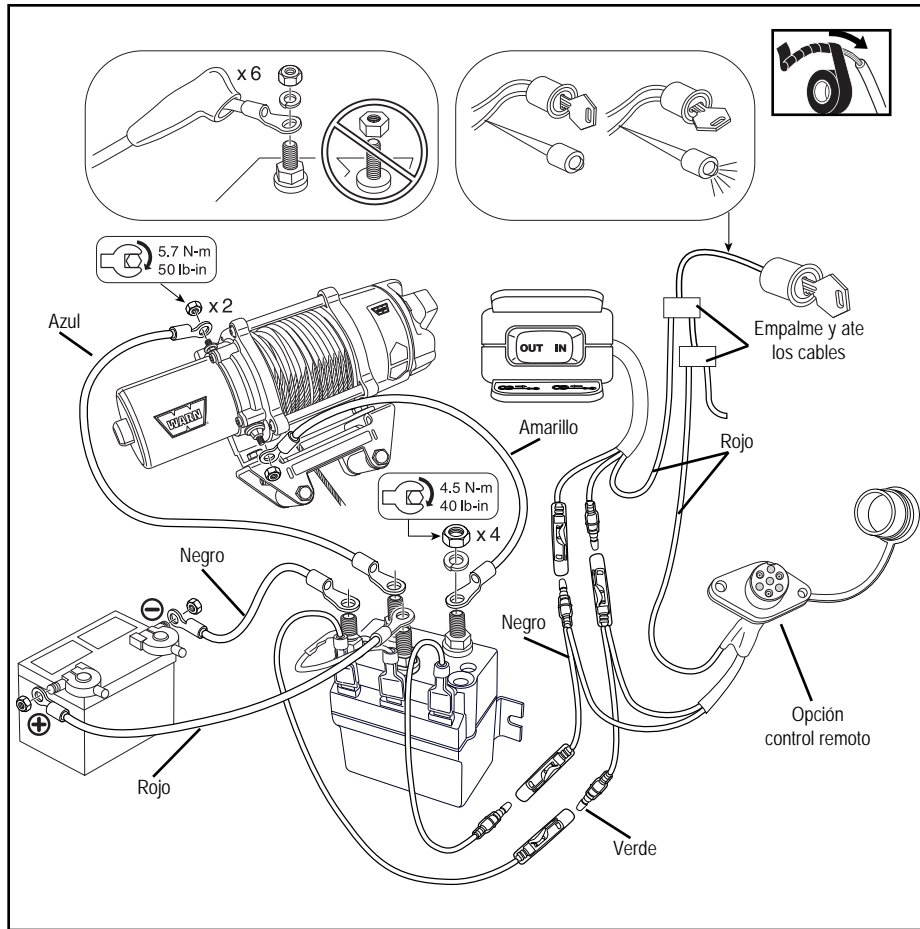

Figura 11. Diagrama de instalación del cableado
- Coloque las fundas sobre los terminales de los cables amarillos y azules. Ver la figura 11 en la página siguiente.